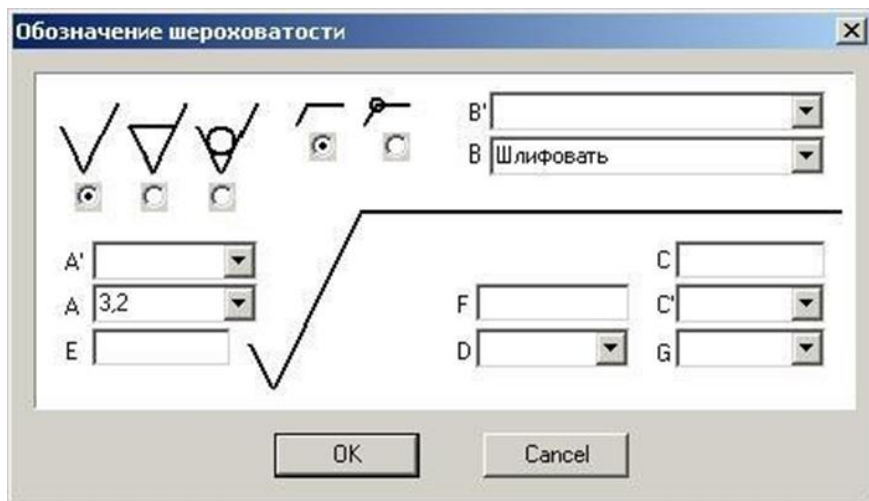

Рисунок 12
1. Нажмите соответствующую кнопку на панели инструментов «**Символы**». Появится диалог «**Обозначение шероховатости**» (рисунок 12).